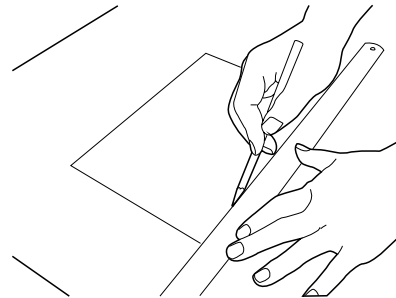

Fig. 19
- > Tracez la ligne de coupe sur la pièce à travailler (Fig. 19).